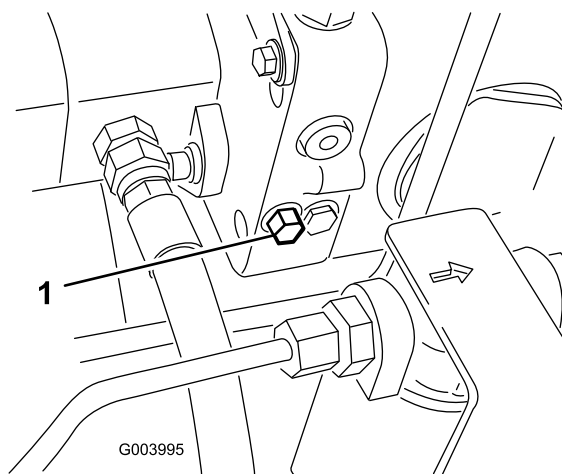

Figura 37
1. La valvola di bypass è situata sul lato sinistro dell'idrostat (Figura 37). Fate ruotare di un giro e mezzo il bullone per aprire e lasciare bypassare il fluido all'interno.